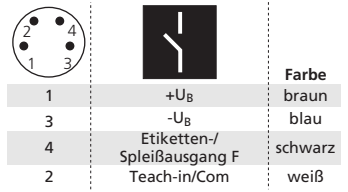
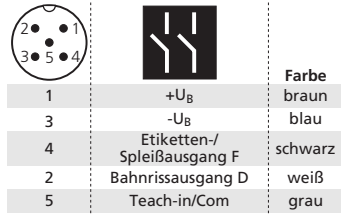

Abb. 1: Steckerbelegung esf-1/CF/A und Farbkodierung für microsonic Anschlussleitungen
Abb. 2: Steckerbelegung esf-1../CDF/A und Farbkodierung für microsonic Anschlussleitungen
- Schließen Sie die Anschlussleitung mit dem 4-poligen M8-Stecker gemäß Abb. 1 an, die mit dem 5-poligen M12-Stecker gemäß Abb. 2.
Werden mehrere esf-1-Sensoren auf engem Raum betrieben, können sie sich gegenseitig beeinflussen. Um dies zu vermeiden, können die esf-1-Sensoren untereinander synchronisiert werden. Hierzu sind alle Teach-in/Com-Steuereingänge untereinander zu verbinden (Steckerbelegung siehe Abb. 1 und Abb. 2).